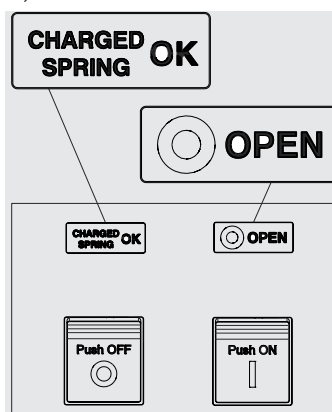

Figura 26
2. Interruttore aperto con molle cariche (vedi Figura 26).